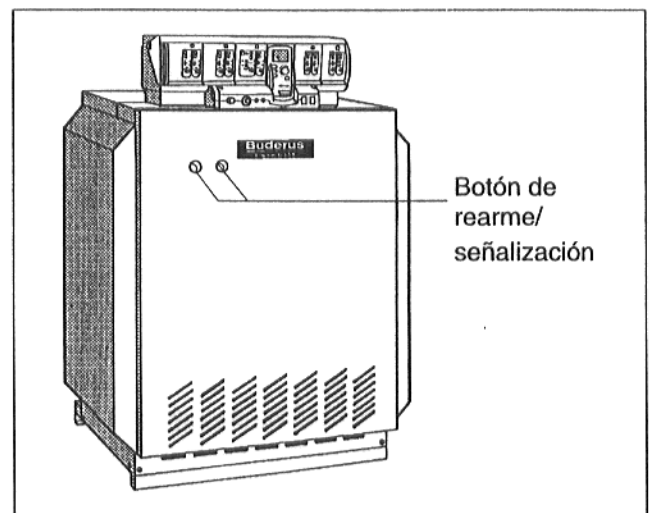

Fig. 3 Botón de rearme/señalización
- Si se activa la señalización de perturbación del quemador (Fig. 3), pulse el botón de rearme. La avería se indica adicionalmente en el equipo de regulación o en el display.